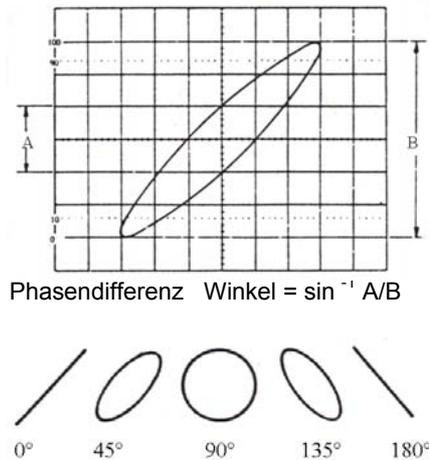

Abb. 3-5: Phasendifferenzmessung mittels Lissajous-Figur
2. Überprüfen, ob Dehnungsregler (16) PULL X 5 MAG und Lageregler (18) CH 2 gedrückt sind. Wenn nicht, unbedingt drücken. Ein gezogener Dehnungsregler resultiert in einem Phasenfehler von 180°.
3. Erstes Signal an Eingang (9) CH 1 X IN und zweites Signal an Eingang (10) CH2 Y IN einspeisen.
4. Mit dem vertikalen Lageregler (18) Signal mittig am Bildschirm plazieren. Mit dem Amplitudenregler (14) VOLTS/DIV und Feineinsteller (16) VARIABLE Amplitude auf exakt 6 vertikale Sektionen abgleichen (100 %- und 0 %-Rasterlinien tangieren die positive bzw. negative Spitze des Signals).
5. Mit dem Amplitudenregler (13) VOLTS/DIV und Feineinsteller (15) VARIABLE Amplitude auf exakt 6 horizontale Sektionen abgleichen.
6. Mit horizontalen Lageregler (26) Signal mittig am Bildschirm plazieren.
7. Mit dem Lageregler für Kanal 2 CH2 POSITION Signal mittig auf der horizontalen und vertikalen Mittellinie des Rasters ausrichten. Anzahl der vom Signal eingeschlossenen vertikalen Sektionen auf der vertikalen Mittellinie des Rasters zählen (vert. Rasterabstand B in Abb. 3-5).